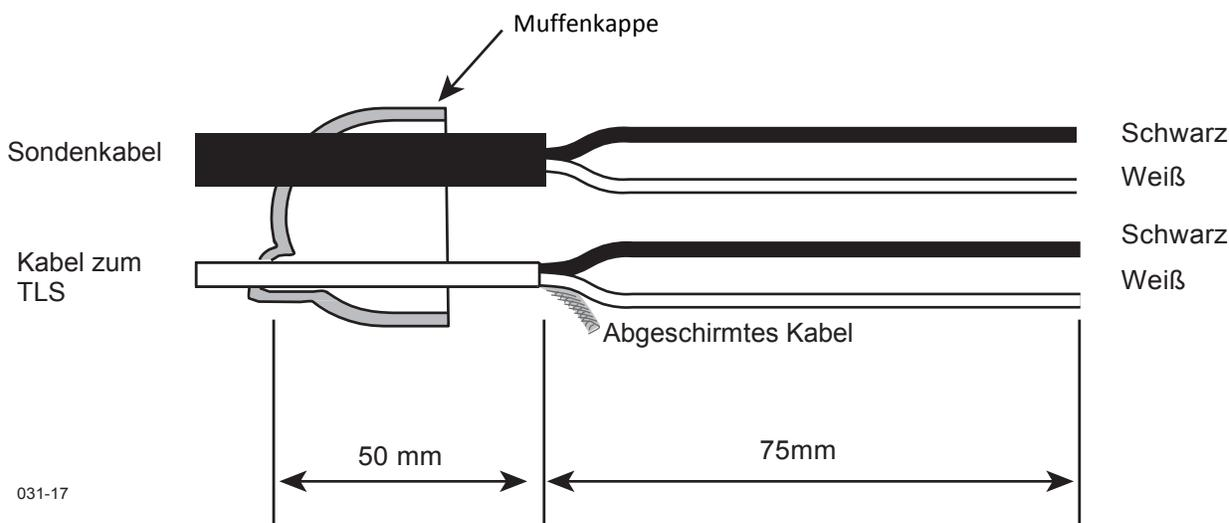

Abbildung 19. Kabelabmessungen
2. Schneiden Sie die Verschlüsse der Eingangsöffnungen für die Kabel in der Kappe der Vergussmuffe ab. Halten Sie die Größe der Öffnungen möglichst gering. Führen Sie etwa 125 mm der einzelnen Kabel durch die Öffnungen ein [Abbildung 19]. Isolieren Sie 75 mm des äußeren Kabelmantels von jedem Kabel ab. Entfernen Sie die Isolierung von den einzelnen Drahtenden.